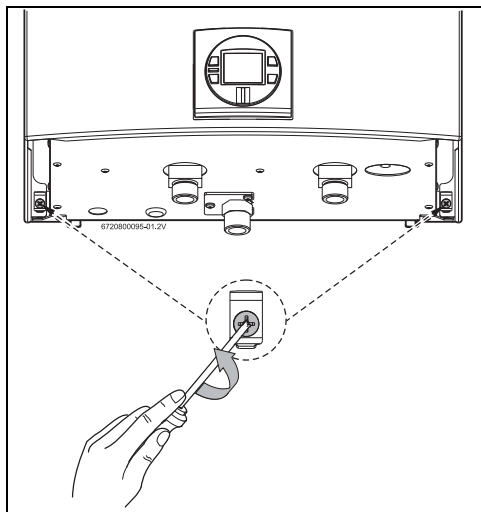

Fig. 23 Retirar los dos tornillos
- ▶ Aflojar los dos tornillos ubicados en la parte posterior del aparato (Fig. 23).